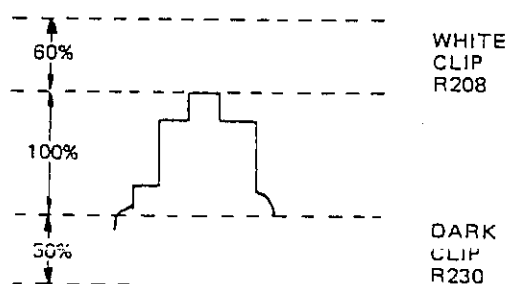

Abbildung 44.
3. Den Ausgang am Oszilloskop beobachten und R208 (Weiß-Begrenzungs-Regelung) und R230 (Schwarz-Begrenzungs-Regelung) so einstellen, daß die jeweiligen erhaltenen Wellenformen den in Abb. 44 gezeigten entsprechen.